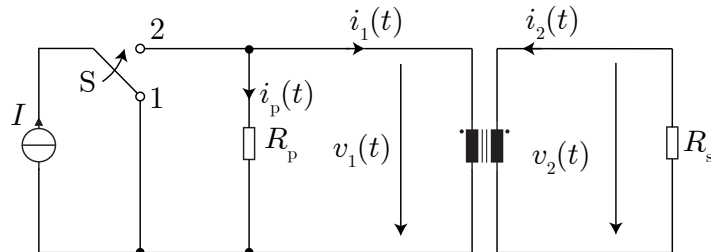

Abbildung 5: Impulstransformator an Stromquelle
Abb. 5 zeigt einen verlustlosen Impulstransformator mit Selbstinduktivitäten  $L_1$  und  $L_2$  sowie der Kopplungsinduktivität  $M$ . Die Widerstände  $R_p$  und  $R_s$  befinden sich an den Primär- und Sekundäranschlüssen. Der Impulstransformator wird von einer DC-Stromquelle mit dem Strom  $I$  angeregt, die mit Schalter  $S$  an den Impulstransformator angeschlossen wird. Zum Zeitpunkt  $t = 0$  wird der Schalter  $S$  von Position 1 auf 2 geschaltet.
- Zeichnen Sie die in Abb. 5 gezeigte Schaltung im Laplace-Bildbereich für den Zeitraum  $t \geq 0$  unter der Annahme, dass die Ströme im Transformator zum Zeitpunkt  $t = 0$  s ungleich null sind.